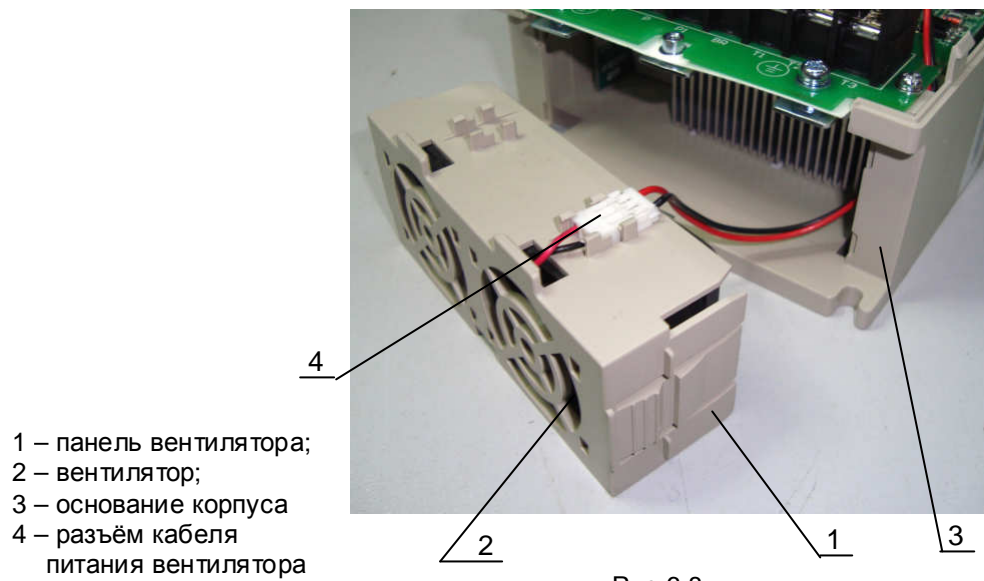

Рис.6.8
7.4.2. Разъединить разъем 4 кабеля питания вентилятора от разъёма на панели вентилятора 1 (рис. 6.8).